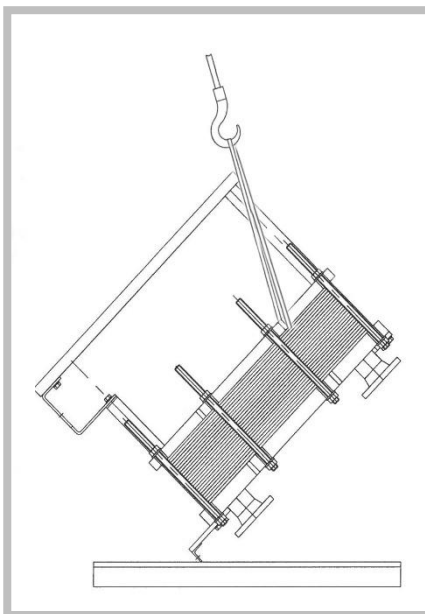

Figura 26
3. Levante lentamente o PCP da paleta, acima do centro de gravidade (figura 26). Certifique-se de que o meio de fixação está fixado e de que o mesmo se encontra seguro nos olhais de suspensão.